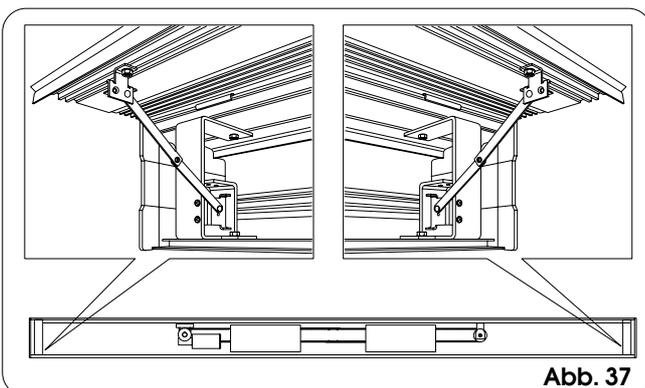

Abb. 37
- Gelenkarme, die gemäß Abb. 37 installiert werden.